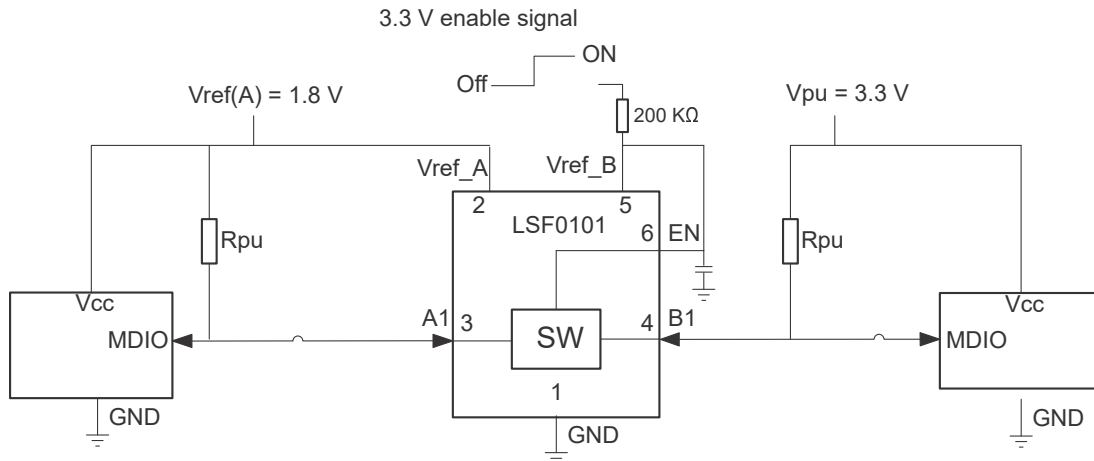

图 9-1. 用于开漏转换的典型应用电路（以 MDIO 为例）
- V_{CCB}/V_{CCA} 与 V_{ref_B} 或 V_{ref_A} 不同： V_{CCB} 是指提供给 LSF 器件的 B 侧电源电压，而 V_{ref_B} 是指 200kΩ 电阻器另一侧的 V_{ref_B} 引脚（图 9-1 的引脚 7）处的电压。